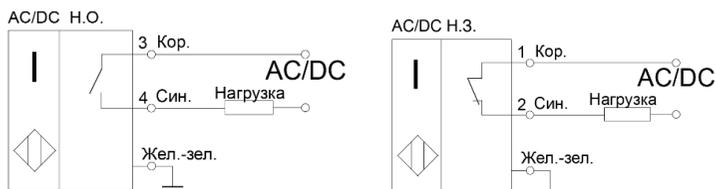

Рисунок 1 - Варианты схем подключения выключателей
3.3 Выключатели включаются в электрическую цепь по 2-х проводимой схеме (Рис. 1).